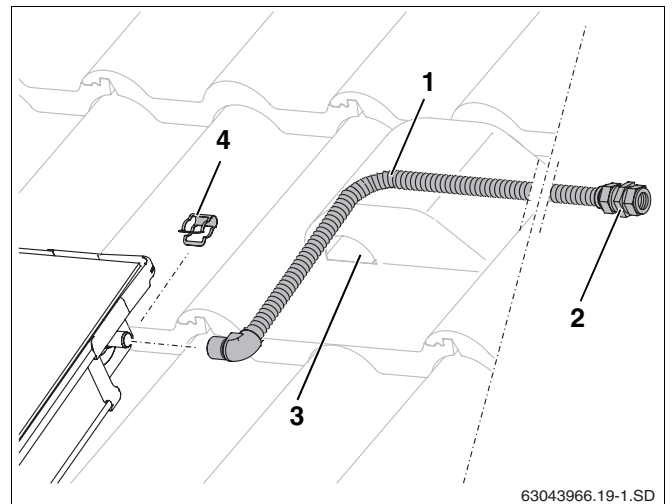

Fig. 53 Montaggio della tubazione di mandata (senza disaeratore sul tetto)
- Spingere il tubo di allacciamento (1000 mm, fig. 53, **pos. 1**) sull'attacco di mandata del campo di collettori e fissare in posizione con la graffa (fig. 53, **pos. 4**).
- Far passare il tubo di allacciamento insieme al cavo della sonda attraverso la tegola di ventilazione (fig. 53, **pos. 3**) e attraverso l'isolamento del tetto.
- Collegare la tubazione di adduzione al giunto a bocchettone con anello di bloccaggio (fig. 53, **pos. 2**).